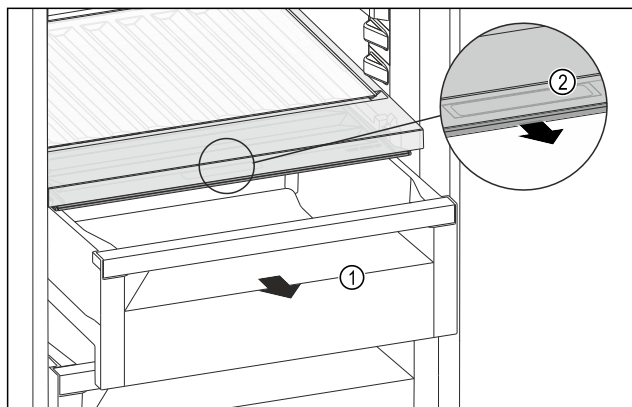

Fig. 163
- Izvucite ladicu Fig. 163 (1).
- Primite ručku Fig. 163 (2) na poklopcu pretinca i istodobno povucite poklopac pretinca prema naprijed.